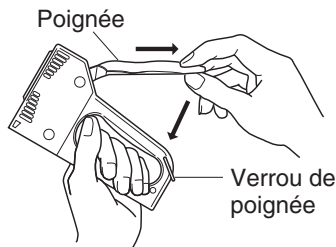

Figure 2
1. Tenez fermement l'outil (voir la Figure 2).
2. Tirez sur la poignée pour la dégager, puis poussez-la vers le bas (voir la Figure 2).